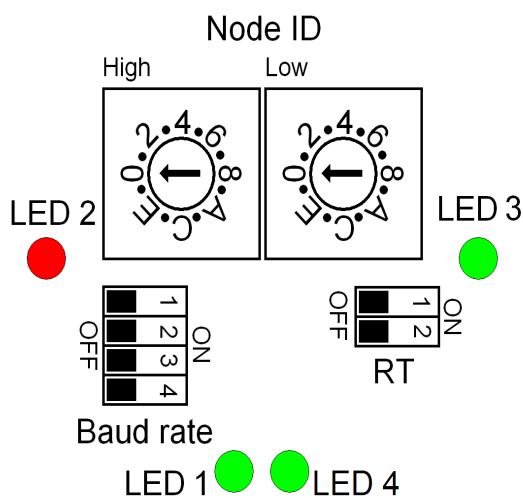

Figura 3 - Selettori e led di diagnostica
4.3 Selettori e indicatori LED (Figura 3)
4.3.1 Indicatori LED (Figura 3)
4.3.2 Indirizzo nodo: Node ID (Figura 3)
4.3.3 Velocità di trasmissione dei dati: Baud rate (Figura 3)
4.3.4 Resistenza di terminazione RT (Figura 3)